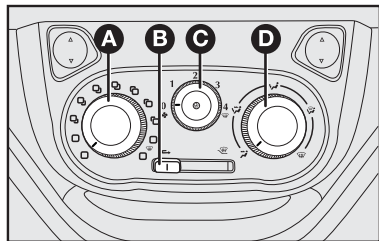

fig. 38
## COMANDOS - fig. 38
1) Seletor para a temperatura do ar **A-fig. 38** totalmente posicionado à esquerda.
2) Seletor do ventilador **C-fig. 38** posicionado na velocidade máxima.
3) Seletor de distribuição do ar **D-fig. 38** apontado para ↗; controlar para que todas as saídas de ar estejam totalmente abertas.
4) Ligar o ar-condicionado apertando o seletor a partir da posição 1 **C-fig. 38** (a luz-espia no seletor irá acender).
baçamento e ativar o condicionador, apertando o seletor **C-fig. 38**.
1) Condicionador de ar ligado: seletor **C-fig. 38**.